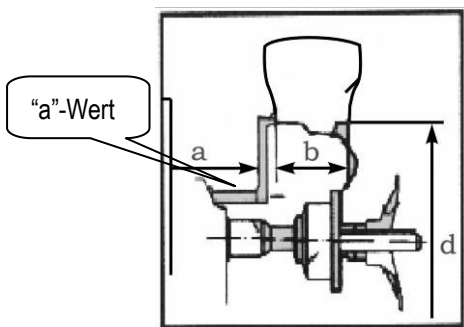

Abb. 11
- Ziehen Sie den Messstab aus der Maschine und führen Sie die Spitze an den Rand der Felge, die Anzeige schaltet sich ab (Abb. 11).